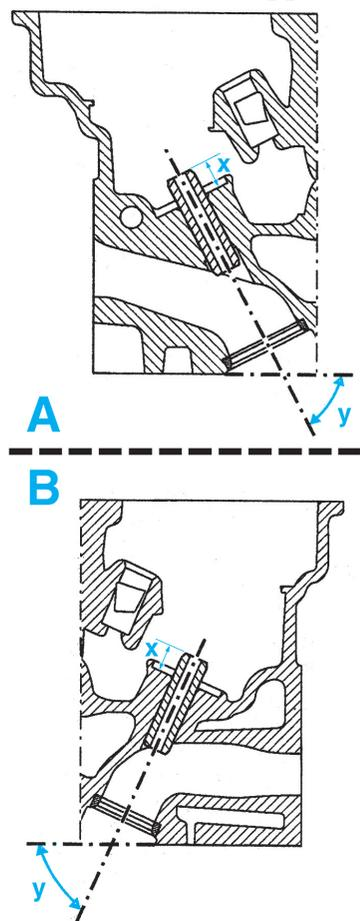

Fig.3
Dépassement d'un guide/face inférieure d'appui de coupelle de ressort (X) (Fig.3) : **11 ± 0,15 mm.**